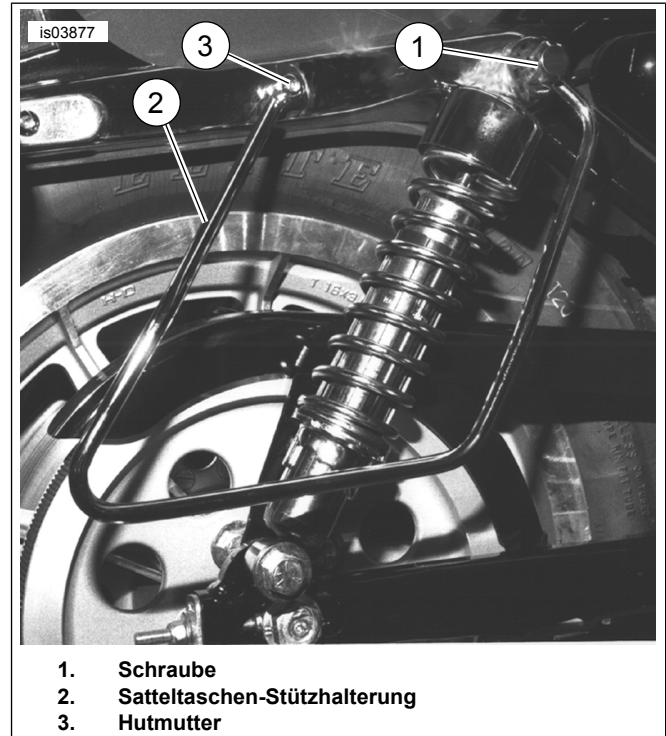

Abbildung 1. Einbau der weichen Satteltaschen-Stützhalterung
3. Siehe Abbildung 1. Die vorderste Original-Halbrundkopfschraube und Mutter (bei 3) von der Schutzblechstützenabdeckung entfernen. **Bei Modellen aus 2000 bis 2003** den Bolzen entsorgen und die Mutter zum späteren Wiedereinbau beiseite legen. **Bei Modellen ab 2004 (AUSSER XL1200N)** den Bolzen und die Mutter entfernen. **Bei XL1200N-Modellen** den Bolzen entsorgen und die Mutter zum späteren Wiedereinbau beiseite legen.